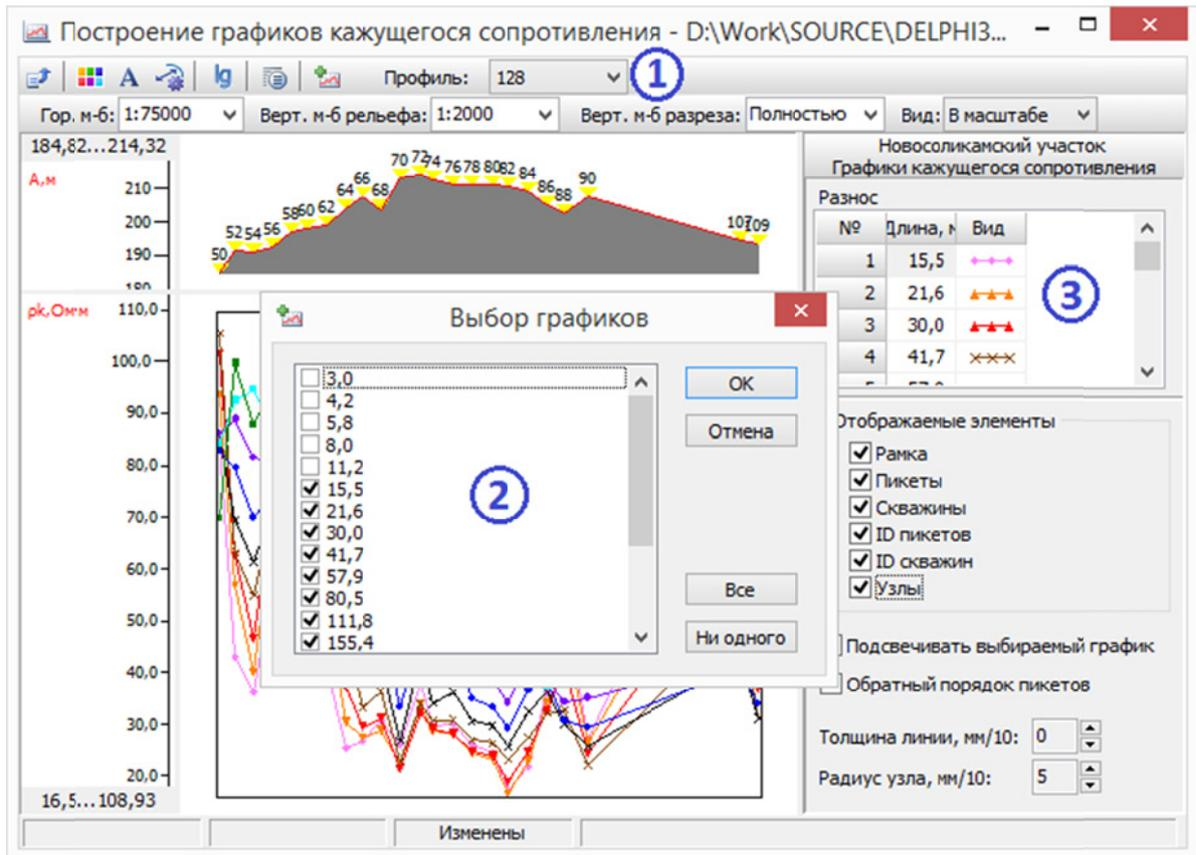

Рис. 5.4.1. Построение графиков кажущихся сопротивлений
- нажать кнопку  на панели инструментов (рис. 5.4.1, цифра 1);
Вид графиков и другие настройки отображения можно установить на панели *Настройка* справа от графиков (рис. 5.4.1). Пользователь имеет следующие возможности: